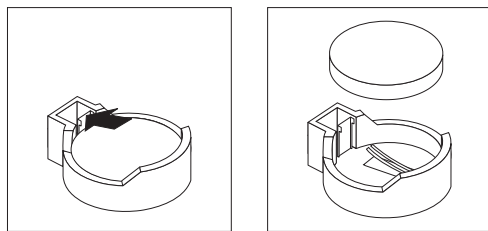

图 50. 取下电池
- a. 用一个手指按住电池夹顶部远离电池的位置，直到电池从电池座中向上弹起为止，如第 117 页的图 50 所示。